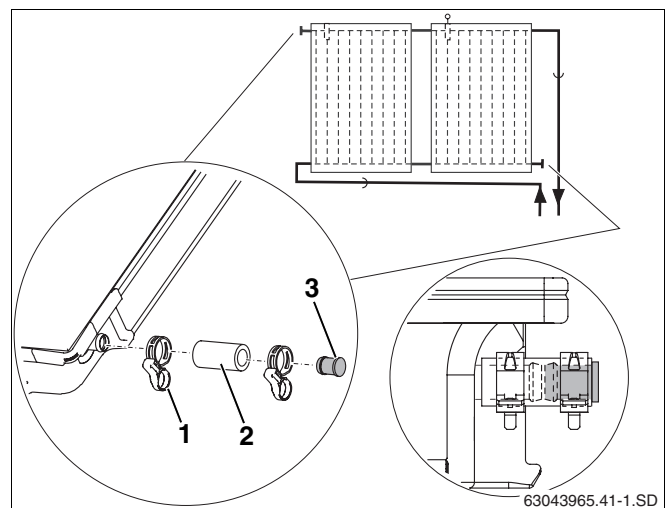

Fig. 43 Instalar o tampão cego e a braçadeira de mola
- ▶ Colocar as mangueiras solares de 55 mm (fig. 43, **item 2**) com o tampão cego pré-instalado sobre as duas ligações livres do campo do colector.